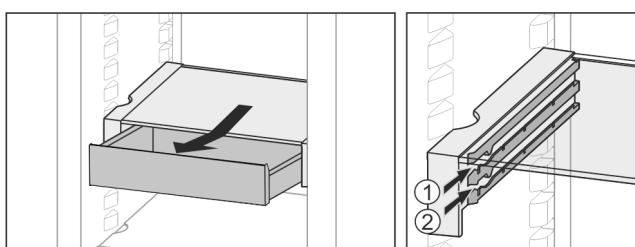

Fig. 29
- ▶ Zasuňte ju v ľubovoľnej výške Fig. 29 (1) alebo Fig. 29 (2).